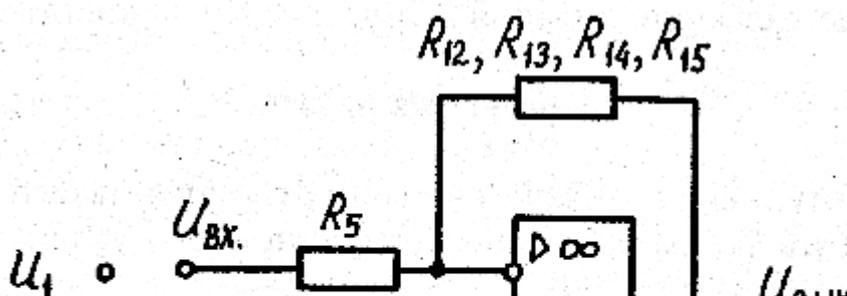

Рис. 1. Схема инвертирующего усилителя
2. Изучить схемы включения операционного усилителя $\text{E}140\text{O}\ddot{\text{A}}8$ (рис. 1–3).
3. Собрать схему и исследовать работу инвертирующего усилителя (рис. 1).
9. Исследовать инвертирующий усилитель, для чего собрать схему (рис. 1).